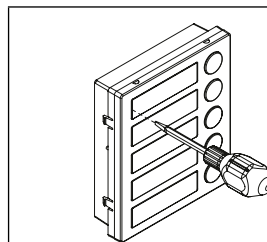

Fig. 3
- Inserire il cacciavite (lato piatto della lama) nell'apposita fessura del porta cartellino come mostrato in **Fig. 3**;